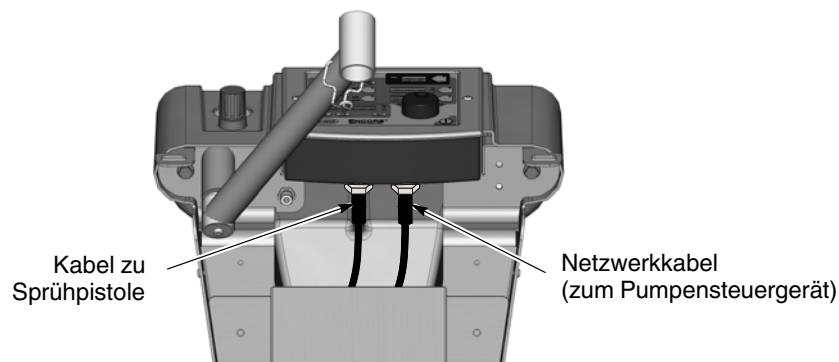

Abbildung 3-7 Anschluss des Sprühpistolenkabels an die Systemsteuerung – Abbildung zeigt mobiles System
1. Mobiles System: Siehe Abbildung 3-7. Das Sprühpistolenkabel hinten in den Transportwagenturm und nach oben bis zur oberen Vorderwand verlegen. Dadurch kann der Benutzer das Kabel mit den Sprühluft- und Elektrodenspülluftschläuchen bündeln.